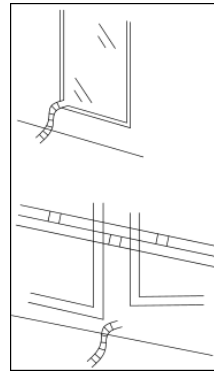

Fig. 3
- Instalación provisional del tubo de salida de aire: Saque por la ventana el extremo libre del tubo de salida de aire (véase fig. 3).